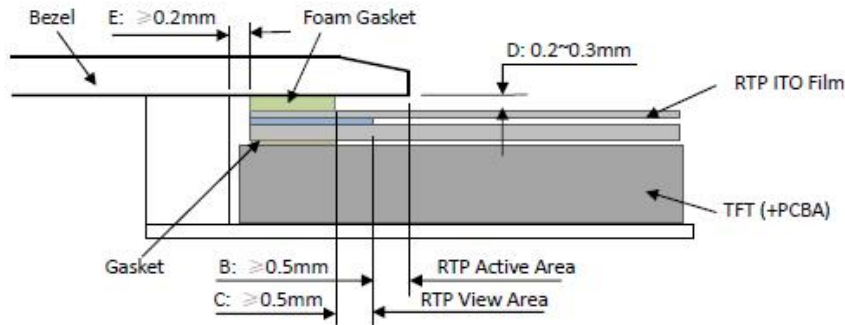

Figure 4
- It should bezel touching the RTP Active Area (A.A.) to prevent abnormal touch.It should left gab $D=0.2\sim 0.3\text{mm}$ in between. (Figure 4)
It is suggested to protect those areas with gasket (between the bezel and RTP).The suggested figures are $B\geq 0.50\text{mm}$; $C\geq 0.50\text{mm}$. (Figure 4)
- The bezel side wall should keep space $E= 0.2 \sim 0.3\text{mm}$ from the RTP. (Figure 4)
- 为避免面框直接压在动作区 (A. A.) 上造成误动作，面框与电阻触摸屏 (RTP) 之间应留有一定的空隙 $D=0.2\sim 0.3\text{mm}$ 之间。(附图 4)
- 设计面框时，要注意用面框保护触摸屏四周的非保证操作区域，因为布线区域在此处形成一台阶，在此区域附近操作时 ITO Film 变形较大，容易导致 ITO 损坏而降低寿命。为保护 RTP 和避免误操作，在 RTP 与面框之间垫缓冲物 (Gasket)，我们建议设计面框应覆盖动作区的边缘，面框边缘到 V. A. 区的距离 $B\geq 0.50\text{mm}$ ；垫圈内边缘到 V. A. 区的距离 $C\geq 0.50\text{mm}$ 。(附图 4)
- 在设计面框与 RTP 组装时，应考虑到面框内侧与 RTP 外侧的间距 $E\geq 0.2\text{mm}$ 。(附图 4)